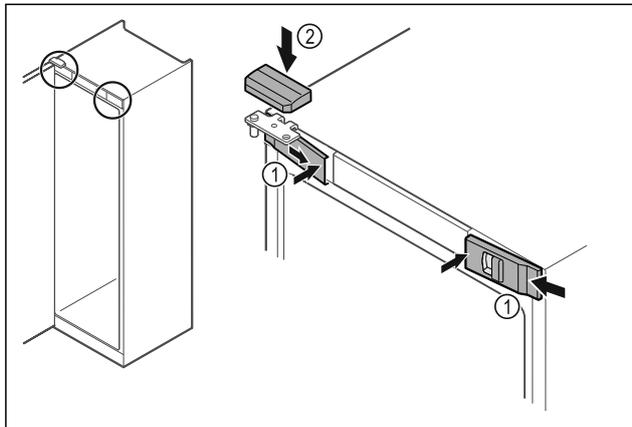

Fig. 52
- ▶ Закачете предните капаци Fig. 52 (1) от страни и фиксирайте навътре.
- ▶ Фиксирайте горния капак Fig. 52 (2) отгоре.